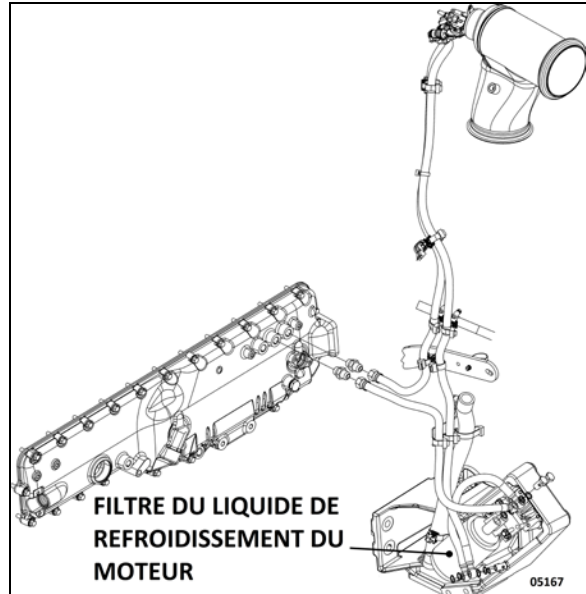

FIGURE 15 : FILTRE À LIQUIDE DE REFROIDISSEMENT (VOLVO D13)
4. Brancher l'extracteur du liquide de refroidissement (Figure 15) et l'utiliser pour vidanger le liquide de refroidissement du moteur. Une autre méthode consiste à vidanger le liquide de refroidissement dans un récipient approprié à l'aide du tuyau de vidange.